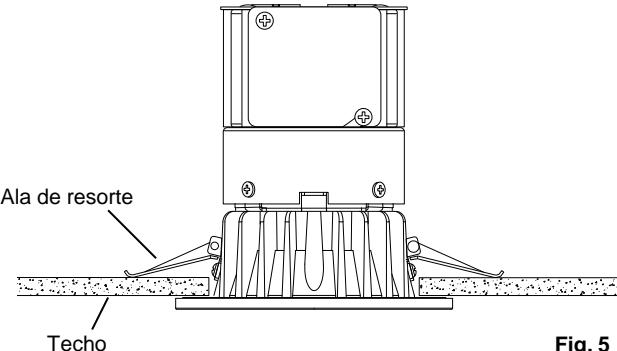

Fig. 5
9. Continuar insertando la luminaria empotable en el agujero, sin dejar de apretar las alas de resorte. Cuando las alas alcanzan el borde del agujero, liberarlas y empuje la luminaria empotable hacia arriba hasta que ambas alas voltear hacia abajo sobre la superficie del techo. (Fig. 5).